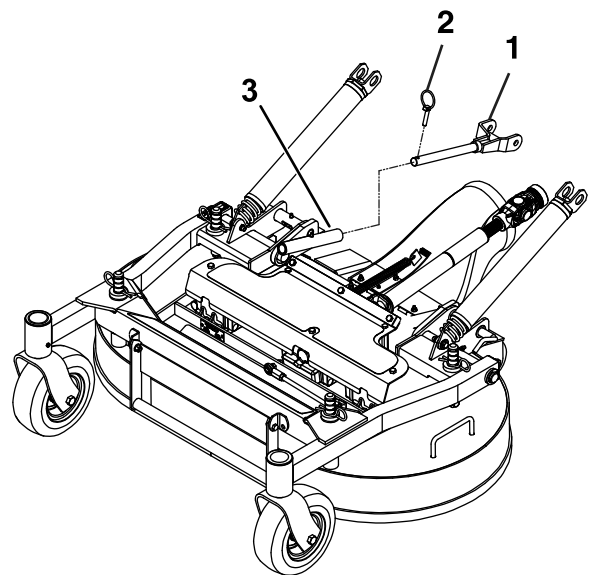

Figura 78
7. Rimuovete gli acciarini davanti ai bracci di spinta su ambo i lati della macchina (Figura 78).
7. Fissate i bracci di spinta con gli acciarini sul lato sinistro e destro della macchina (Figura 78).